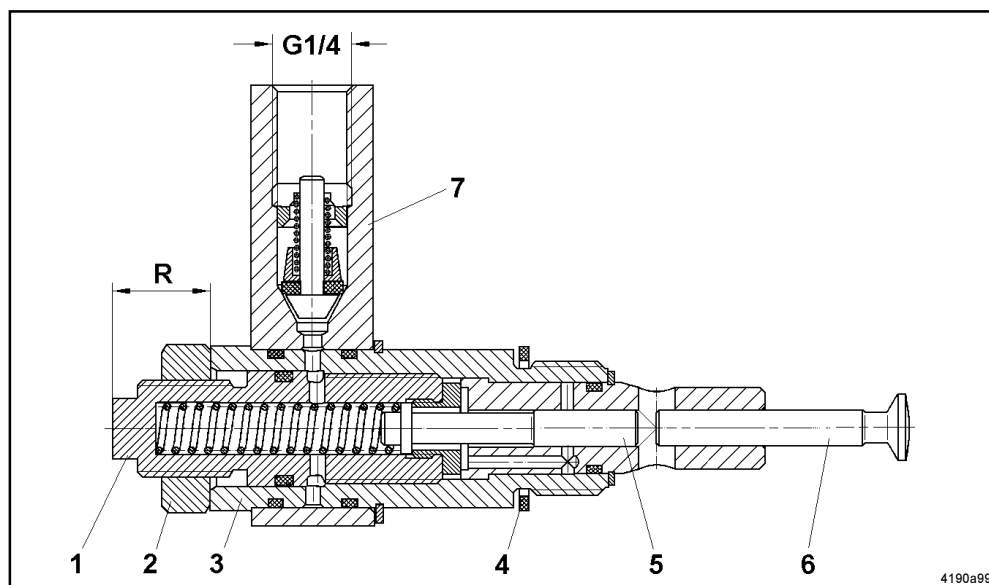

Fig. 4 - Vue en coupe de l'élément de pompage
- * Desserrer le contre-écrou rep. 2 (Fig. 4) et, en même temps, tenir le corps de pompe rep. 3 à l'aide d'une deuxième clé.
- La dimension 'R' indiquée à la Fig. 4 donne le débit approximatif :
- * Après avoir effectué le réglage, serrer le contre-écrou rep. 2 (Fig. 4). **Couple de serrage max. 12 Nm.**
- Si la pompe est remplie de graisse, faire un trou dans la graisse jusqu'à l'anneau excentrique (Fig. 4) à l'aide d'un objet adéquat.
- Vérifier si l'élément de pompage est équipé d'un joint d'étanchéité (voir rep. 4, Fig. 4).
- Visser l'élément de pompage d'abord à la main et ensuite serrer le corps de pompe rep. 3 (Fig. 4) à l'aide d'une clé à fourche. Couple de serrage : 30 - 35 Nm.
- * Poser la clé à fourche sur le corps de pompe, rep. 3 Fig. 4, de l'élément de pompage et dévisser l'élément de pompage avec précaution.